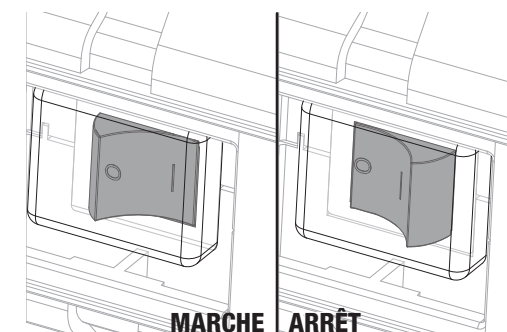

Fig. 9
**INTERRUPTEUR MARCHE/ARRÊT (Fig. 9)**
- Appuyez sur le « I » marqué sur l'interrupteur marche/arrêt (6) pour allumer l'appareil.
- Appuyez sur le « O » marqué sur l'interrupteur marche/arrêt (6) pour éteindre l'appareil.